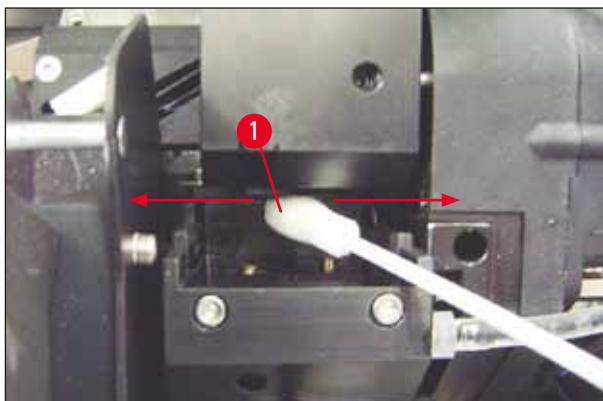

Abb. 54
5. Stäbchen vorsichtig unter den Druckkopf schieben (→ "Abb. 54"). Mit leichtem Druck nach oben (auf den Druckkopf) vor und zurück bewegen (ca. 10 mal). Ablagerungen von getrockneter Tinte werden angelöst und so abgetragen.